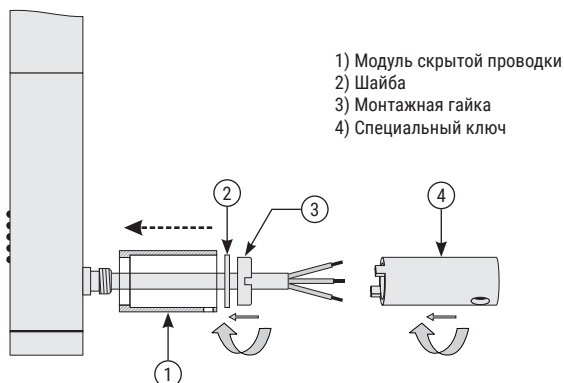

Рис.4
1.5. Открутить с обратной стороны МЭМ декоративную заглушку (рис.2) и установить корпус модуля скрытой проводки согласно (рис. 4).